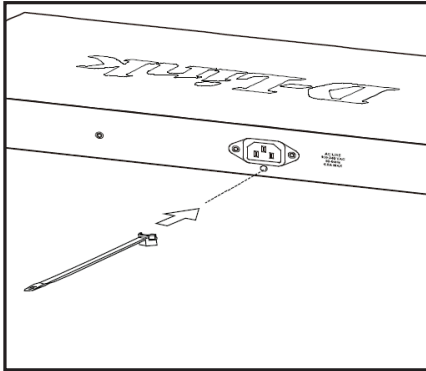

Figura 7. Inserimento della fascetta
1. Inserire nel foro sotto il connettore di alimentazione la fascetta con il lato ruvido rivolto verso il basso, come illustrato nella **Figura 7**.